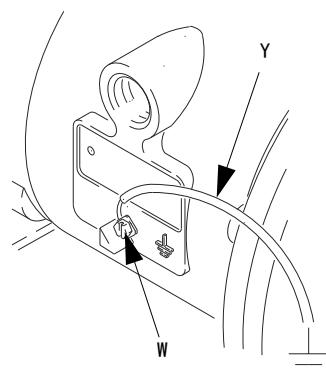

图 1
- 泵：如图 1 所示连接接地线和线夹。松开接地螺钉 (W)。将一条最小为 12 ga (1.5 mm²) 的接地线 (Y) 的一端插入后面的接地螺丝并牢固地拧紧螺丝。将接地线的另一端连接至真正的大地接地点。订购部件号为 238909 的接地线和线夹。